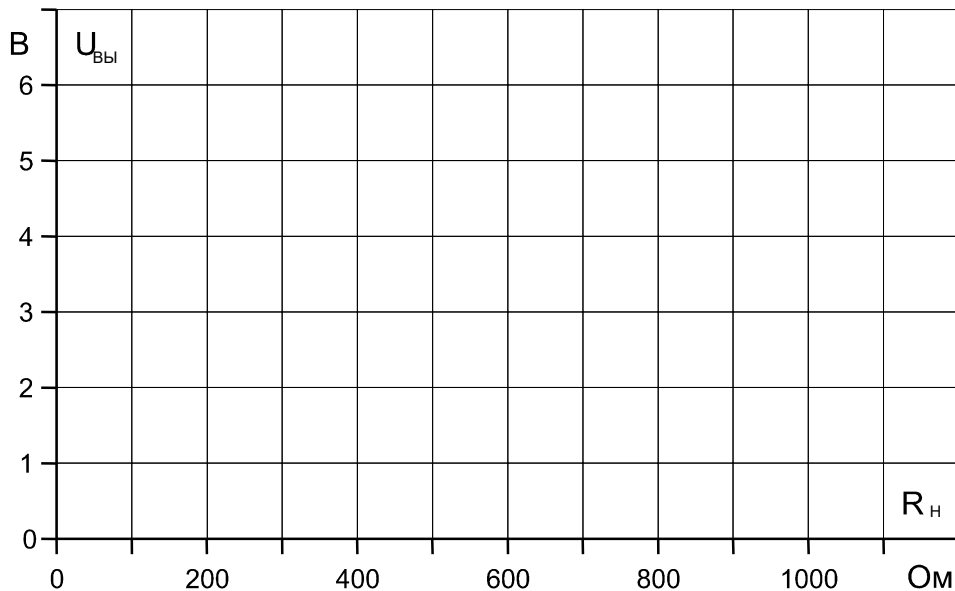

Рис. 8.1.4
- Занесите измеренные величины в табл. 8.1.2 и затем постройте на графике (рис. 8.1.4) кривую зависимости выходного напряжения $U_{\text{ВЫХ}}$ от сопротивления нагрузки R_H .
Вопрос 4: Какое утверждение можно сделать относительно характеристики на рис. 8.1.4?